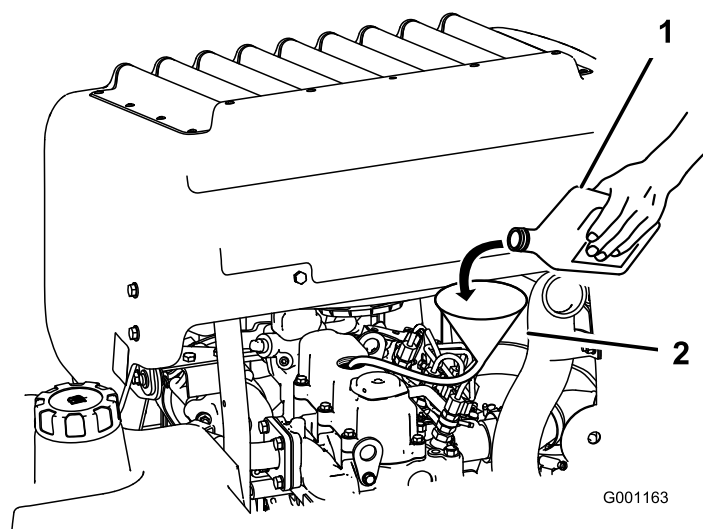

Figure 69
3. Utilisez un flexible et un entonnoir pour faire l'appoint d'huile moteur (Figure 69).